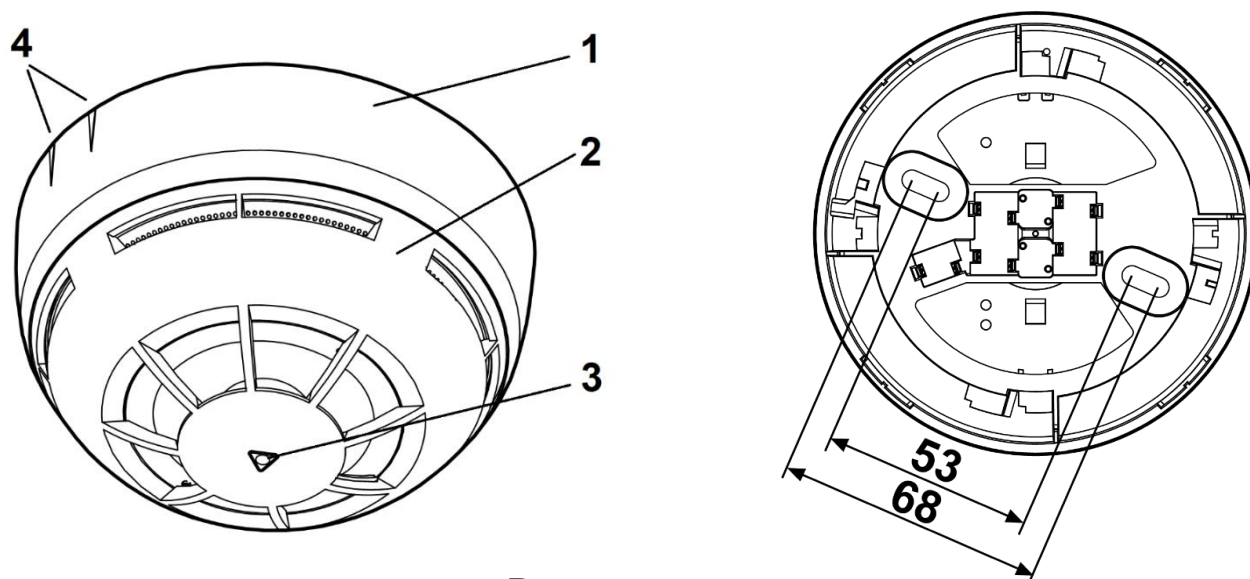

Рисунок 1
5.5 Закрепить базу извещателя двумя шурупами в месте установки извещателя. Разметка крепления базы – см. Рисунок 1.
5.7 В конструкции базы предусмотрена возможность защиты от несанкционированного отсоединения извещателя от базы (см. Рисунок 1). Если после монтажа базы, и установки в нее извещателя вернуть Шуруп DIN7981 2.2x13 в отверстие в базе, то извещатель невозможно будет снять без использования дополнительных инстру-